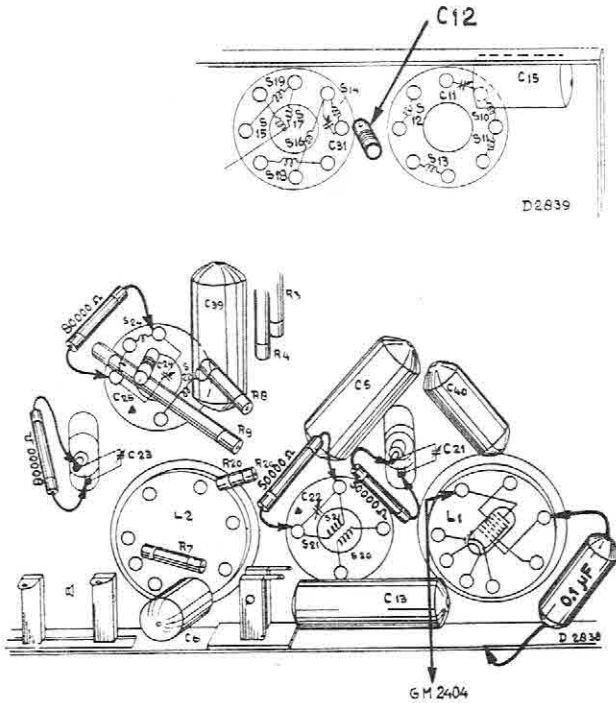

Fig. 3
5. Disposer une résistance de 50.000 ohms en parallèle sur C22 et de la même manière sur C23 une résistance de 80.000 ohms. (voir figure 3).
8. Shunter C21 à l'aide d'une résistance de 50.000 ohms et C24 à l'aide d'une résistance de 80.000 ohms (voir fig. 3).
3. Brancher l'amplificateur apériodique GM 2404 à l'anode de L1 (voir figure 3).
5. Mettre la première grille de la lampe mélangeuse à la masse à travers un condensateur de  $0,1 \mu\text{F}$  (voir figure 3).
11. Régler C12 sur la puissance de sortie maximum (voir figure 3).